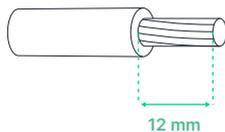

Fig. 7 - Lunghezza di spelatura dell'isolamento per ciascuno dei 3 fili del cavo di alimentazione
13. Tagliare 12 mm di isolamento per ciascuno dei 3 fili del cavo di alimentazione. **(Fig. 7 - pag. 19)**